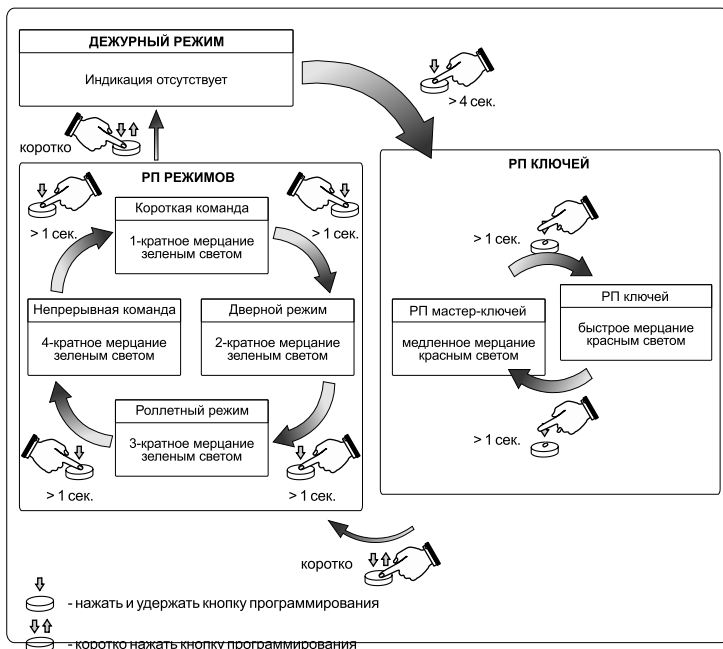

Рисунок 5 Схема выбора режима работы
Схема выбора режима работы устройства приведена на рис. 5.
В режиме программирования устройство имеет 2 режима записи эл. ключей: РП ключей и РП мастер-ключей (см. п. 3.4, рис. 5).
- переключить режим по кольцу: нажать и удерживать кнопку программирования > 1 сек. (см. рис. 5). **Заводская установка - РП ключей.**